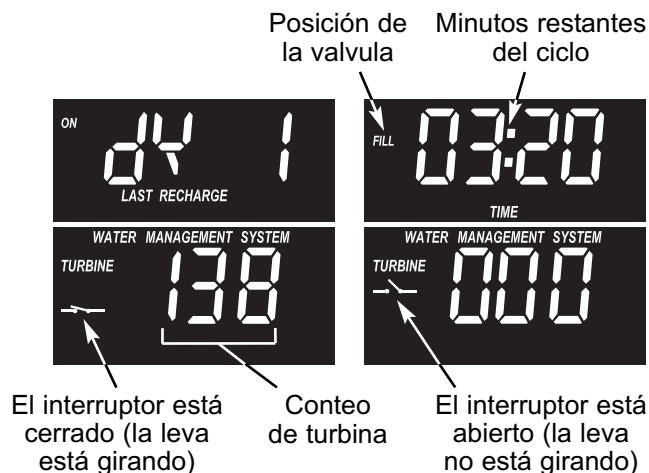

FIG. 38
1. Mantenga oprimido el botón DATA (Datos) durante 3 segundos hasta que aparezca una de las dos pantallas que se indican en la Fig. 38, y luego suelte el botón. El número en la parte superior de la pantalla, siguiente de "dY", es los días desde la última recarga.
3. Los símbolos en la pantalla indican el funcionamiento del interruptor POSITION (Posición) (vea la Fig. 38).